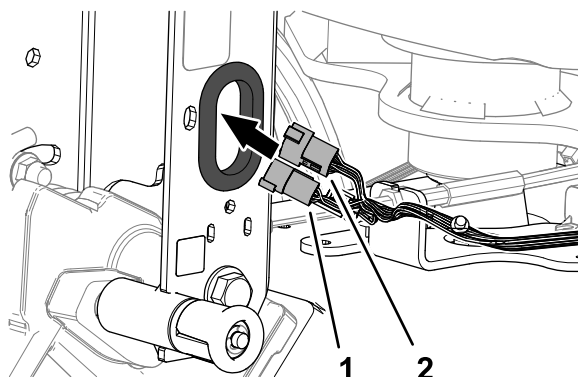

図 8
1. マシンのワイヤハーネスについている 6 ピンコネクタと 12 ピンコネクタを、ハンドルバーのチャンネル部材についているハトメに通す 図 8。